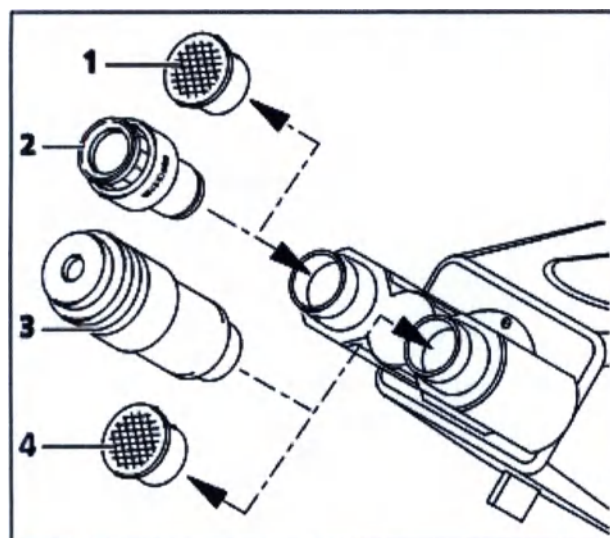

Рис. 15 Установка окуляров
- Снимите оба защитных чехла (рис. 15/1 и 4) с бинокулярного тубуса.
- Извлеките оба окуляра (рис. 15/2) из футляров и вставьте в бинокулярный тубус до упора.
- Вспомогательный микроскоп (рис. 15/3), служащий для наблюдения апертурных и фазовых диафрагм и их центрирования, вставляется в одно из гнезд для окуляров бинокулярного тубуса вместо окуляра. Регулируемая линза на окуляре предназначена для фокусировки на этих диафрагмах.